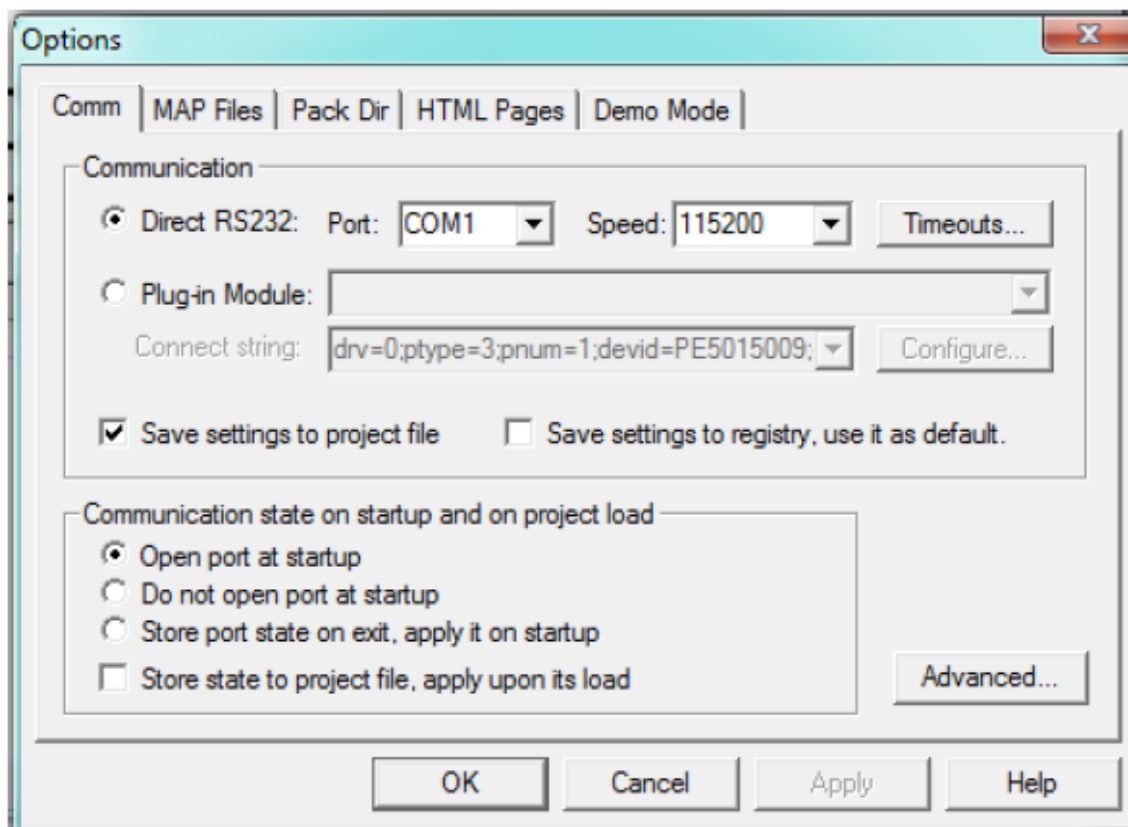

图 4. 建立通信
1. 首先, 打开 FRDMKL25Z_DEMO\gui 下的 GUI 文件并建立连接。选择“Project (项目)”>“Options (选项)”并选择“Comm (通信)”选项卡。将端口设置为计算机上的虚拟串行端口, 并将波特率设置为 115,200。参见图 4 作为示例。